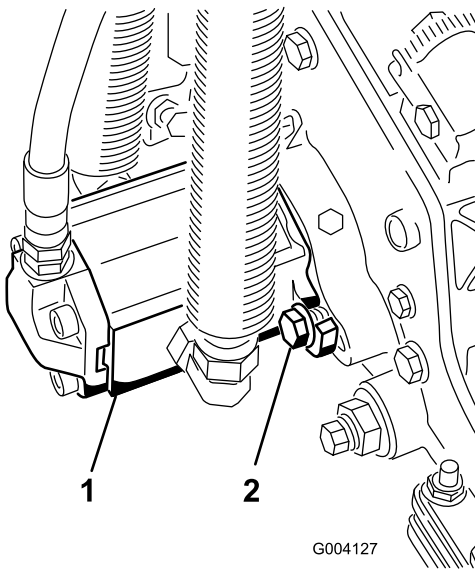

**Figura 30**
- Instale el motor girándolo en el sentido de las agujas del reloj de modo que las bridas del motor no choquen con los pernos (Figura 30).